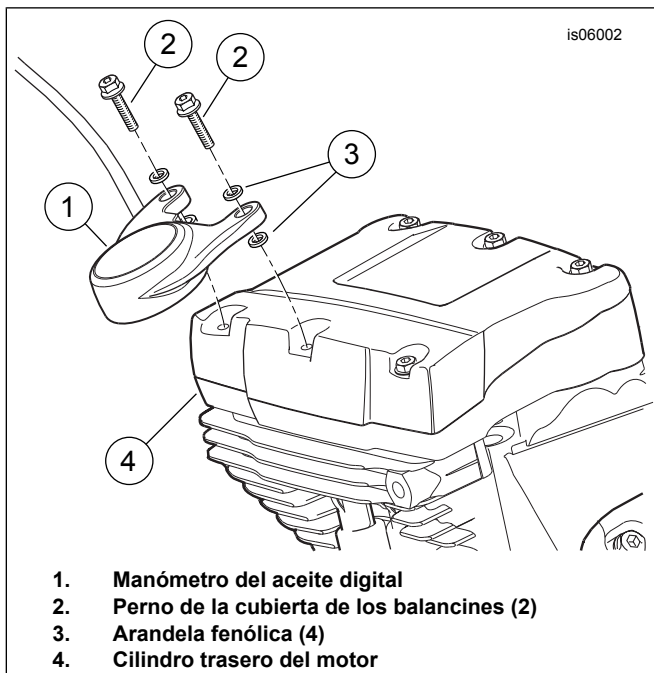

Figura 2. Instalación del manómetro del aceite digital
5. Vea Figura 2. Siga con el cilindro trasero del motor (4). Extraiga y deseche los dos últimos pernos de la cubierta de los balancines del lado derecho (2). Limpie el agente fijador anterior de los agujeros con rosca.
6. Obtenga el manómetro digital del aceite (1), los dos tornillos con reborde hexagonal y las cuatro arandelas aislantes (3) del kit. Coloque una arandela en la rosca de cada tornillo. Inserte los tornillos a través de los agujeros de montaje del indicador como se muestra. Coloque una segunda arandela en la rosca de cada tornillo.